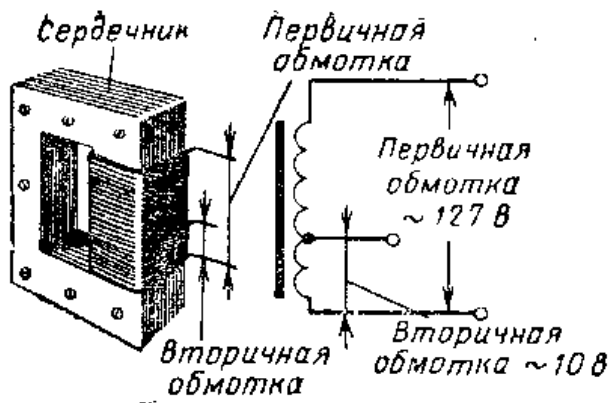

Рис. V.28. В автотрансформаторе применяется одна обмотка, выполняющая одновременно роль и первичной, и вторичной обмотки.
**Автотрансформатор.** Однообмоточный трансформатор, изображенный на рис. V.28, называется автотрансформатором. Одна часть его обмотки используется в качестве первичной, и она же и другая часть в качестве вторичной. Автотрансформатор может быть как повышающим, так и понижающим. Расчет автотрансформатора основан на тех же принципах, что и расчет обычного двухобмоточного трансформатора, поскольку и здесь ток в первичной обмотке наводит напряжение во вторичной.
В понижающем трансформаторе во вторичной обмотке меньше витков, чем в первичной. Как показано на рис. V.28, вторичное напряжение снимается с автотрансформатора при помощи отвода. Вторичное напряжение можно понизить, взяв для вторичной обмотки меньшее число витков, или повысить, используя большее число витков.